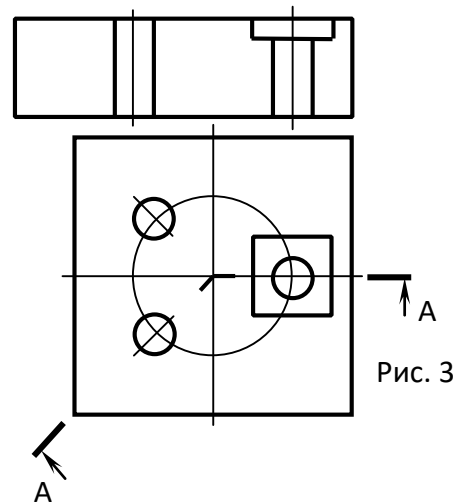

Рис. 3
4. Незаконченный разрез необходимо дополнить штриховкой (рис. 3).